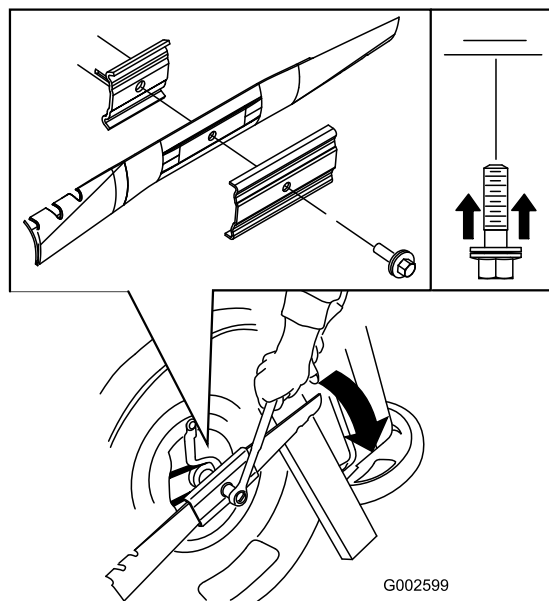

Рисунок 30
5. Установите новый нож (поверните болт крепления ножа по часовой стрелке) и все крепежные приспособления (Рисунок 30).